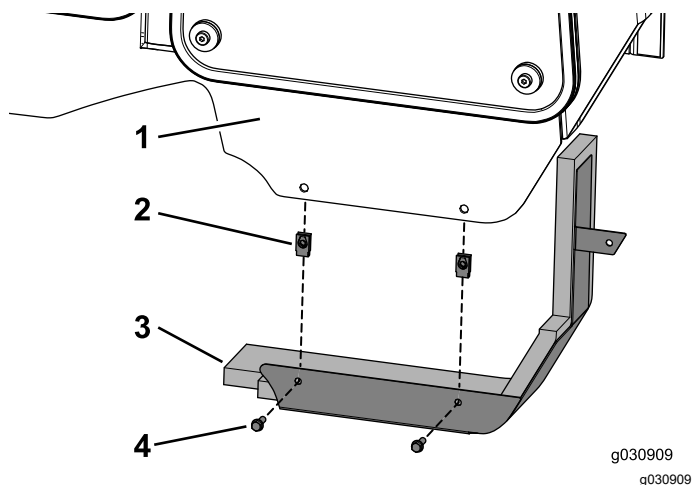

Figura 30
1. Instale as duas porcas de clipe na estrutura da cabina (Figura 30).
2. Monte o conjunto do painel na cabina utilizando os dois parafusos ($\frac{1}{4}$ pol. x $\frac{3}{4}$ pol.) como se mostra na Figura 30.